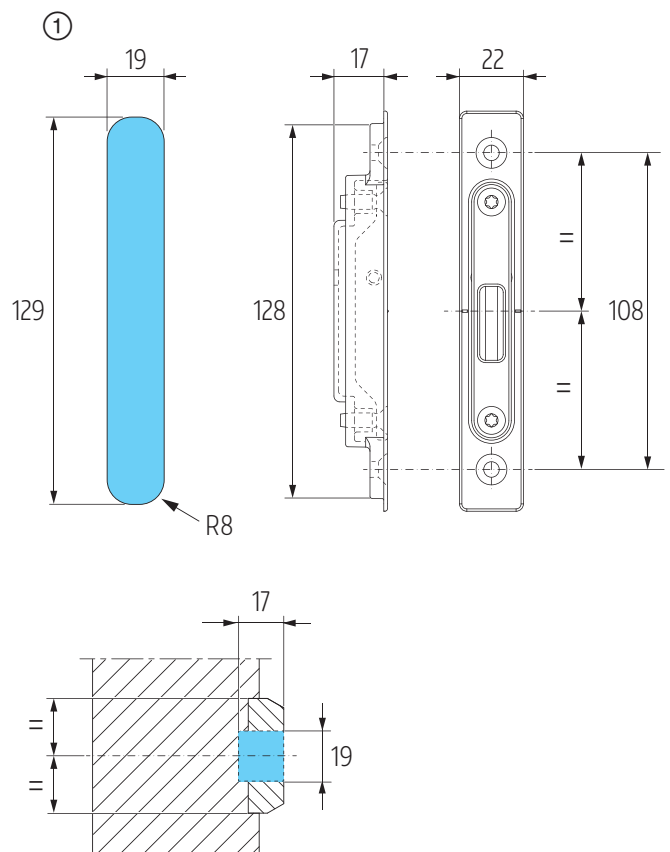

Abb. 55
① Die Position der Fräsungen am Rahmenprofil für das Schließteil für Getriebe mit Haken 5, der untenstehender Tabelle entnehmen. Fräsungstiefe und -breite, siehe **Abb. 55**. ② Schließteile mit Schrauben  $\varnothing 5 \times 50$  am Rahmenprofil festschrauben.